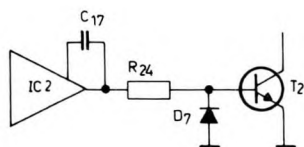

Fig.1
**Demodulatorprintet:** Punkt »AA« er emitteren på T1. T1 er transistoren der anvendes til afstemningsindikator, og såfremt denne ikke er monteret fordi oscilloskopafstemning anvendes, så må den monteres. Punkt »AB« er den ene ende af R24, der sidder til basis af nøgletransistoren. For at punkt »AB« kan frembringes, må der anvendes en 33 kohm modstand og en diode (1N4148), disse forbindes i parallel og monteres som vist på fig. 1 til 4.